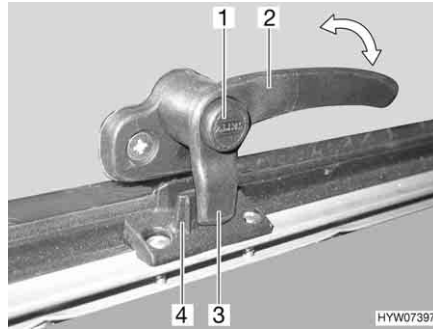
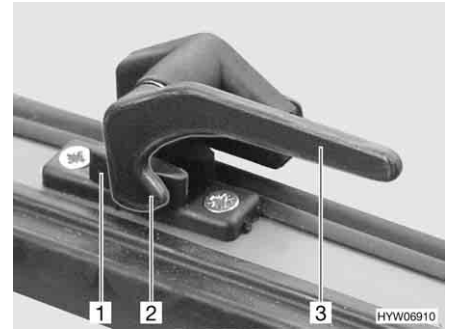

Bild 97 Låsarm med låsknapp i läget "stängd"
Bild 98 Låsarm i läget "stängd"
- Tryck på låsknappen (Bild 97, 1) om sådan finns och håll den nedtryckt.
- Sväng låsarmen (Bild 97, 2 eller Bild 98, 3) ett kvarts varv mot fönstrets mitt.
- Sväng låsarmen (Bild 97, 2 eller Bild 98, 3) ett kvarts varv mot fönsterkarmen. Låsspaken (Bild 97, 3 eller Bild 98, 2) på låsarmen sitter helt på fönsterläsets insida (Bild 97, 4 eller Bild 98, 1).
- I läget "helt stängt" (Bild 97 och Bild 98)